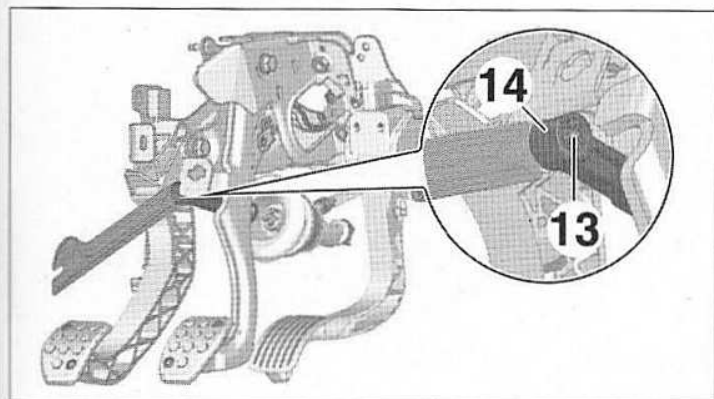

FIG.39
- Appuyer sur le clip de verrouillage (13) (Fig.39).
- Libérer la tige de commande d'embrayage (14).